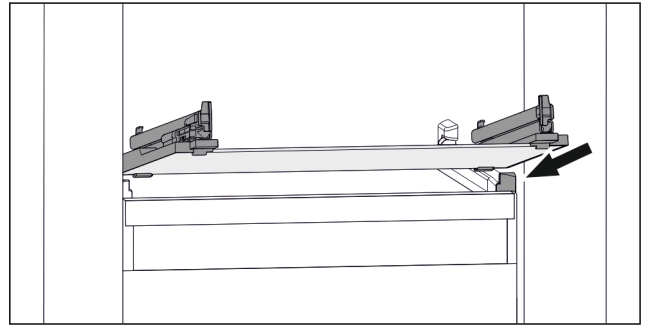

Fig. 113 Lasihyllyn esimerkinomainen kuvaus
- ▶ Aseta lasihylly vinosti rajoittimien taakse. (katso Fig. 113)